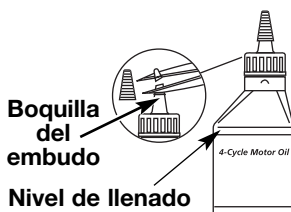

Fig. 10
Su unidad trae una botella de aceite SAE 30 SF, SG, SH de 90 ml (3,04 onzas fluidas) (Fig. 10).
NOTA: Guarde la botella para medir la cantidad correcta de aceite cuando deba cambiarlo en el futuro (Fig. 10). Lea *Cambio de aceite*.
- Desenrosque la tapa de la botella de aceite y retire el sello de papel que cubre la apertura. Vuelva a colocar la tapa. Corte la punta de la boquilla del embudo (Fig. 10).